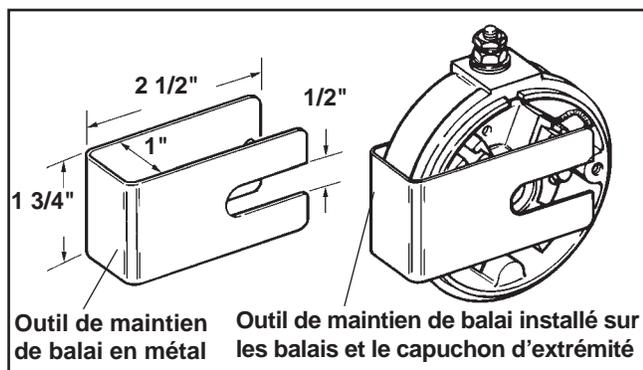

Figure 8-16. Outil pour support de balais (capuchon d'extrémité de type « A »).
**REMARQUE :** Utiliser un support de balais pour maintenir les balais dans les logements. Un outil pour support de balais peut être fabriqué facilement à partir d'une fine feuille de métal. Voir la figure 8-16.